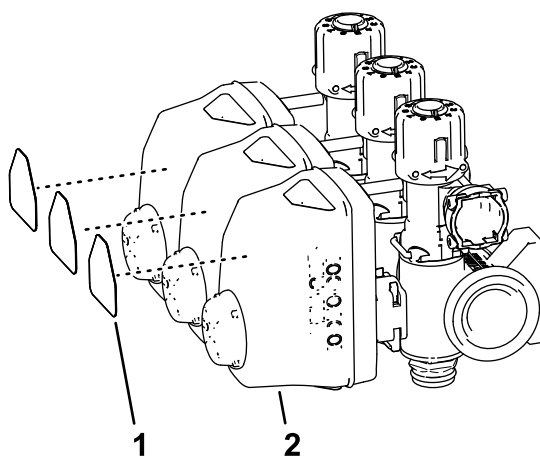

Figure 70
- Retirez les autocollants sur les actionneurs des 3 vannes de section (Figure 70).